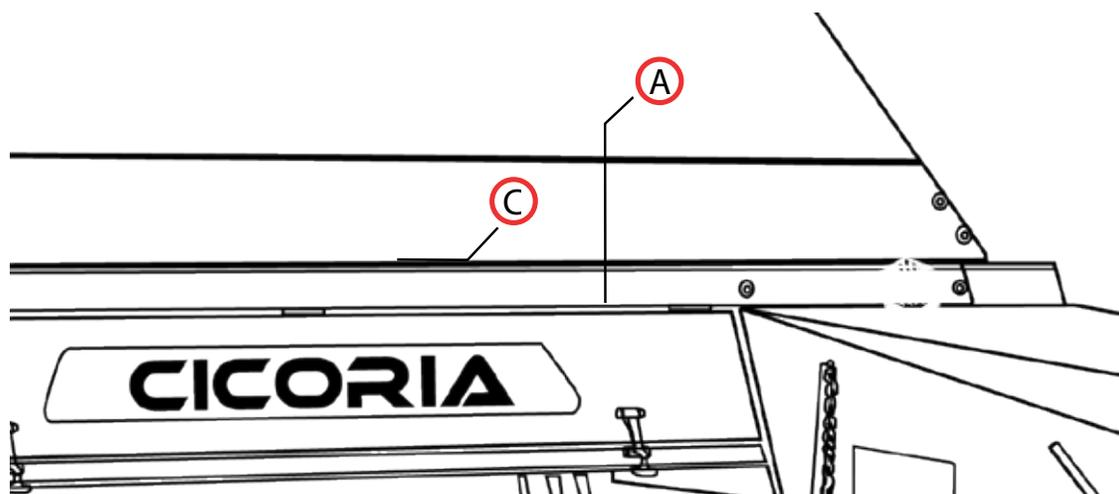

Fig. 1
La altura del recogedor debe ajustarse con la palanca del gato (A) (Fig. 1) y asegurarse con la varilla (C) con su perno de seguridad.